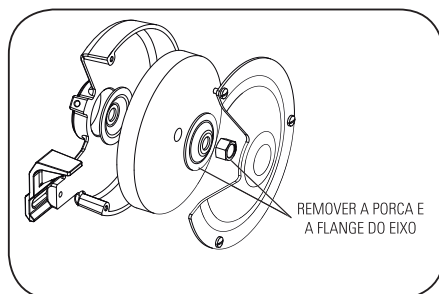

FIGURA 9.3
- Segurando o rebolo firmemente, remova a porca e a flange do eixo com chave de boca 3/4". Figura 9.3. Note que a porca do lado esquerdo do rebolo possui rosca esquerda e a porca do lado direito possui rosca direita;